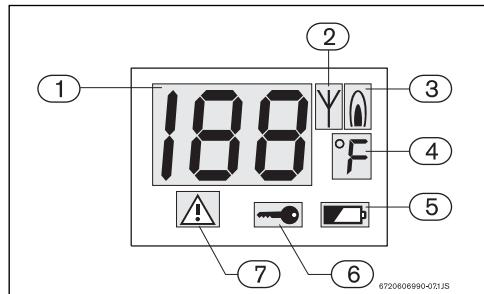

Fig. 15 Pantalla LCD multifuncional
Este aparato dispone de un sistema de mensajes de error. Todo error que genere el calentador aparecerá indicado mediante un código de error que se mostrará en la pantalla (Fig. 15, [pos. 1]) y un símbolo que indicará un "bloqueo de seguridad" (Fig. 15, [pos. 7]). El mando a distancia sólo estará operativo después de presionar la tecla de re inicio del calentador y eliminar el error. Para identificar el tipo de error, o en el caso de que el error no desaparezca, consulte el manual de instalación del calentador.
Cuando las pilas estén agotadas aparecerá en pantalla el símbolo que lo indica (Fig. 15, [pos. 5]).